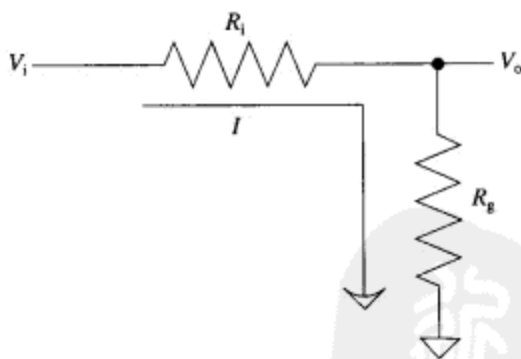

图2-5 输入电压经过分压，输出得到的电压降低了
在大多数情况下，我们看到的是用 $R_1$ 和 $R_2$ 来表示的形式。我把它改成了 $R_g$ （代表接地端的 $R$ ）和 $R_i$ （代表靠近输入端的 $R$ ），以提醒自己哪个是连接到地的，哪个是串联在上方的。如果你接反了，那你得到的输出将是图2-5中 $R_i$ 两端的电压，而不是输出上的电压（图2-5中 $R_g$ 所对应的位置上的电压）。在分析这种电路时，若增益①看起来不对劲，那有可能是你把两个电阻值交换了位置。